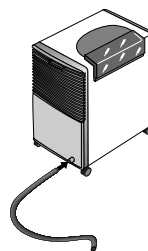

Fig. 3
- 4) In de deur van het apparaat is een opening aangebracht, de slang kan hierdoorheen geleid worden (fig. 3).